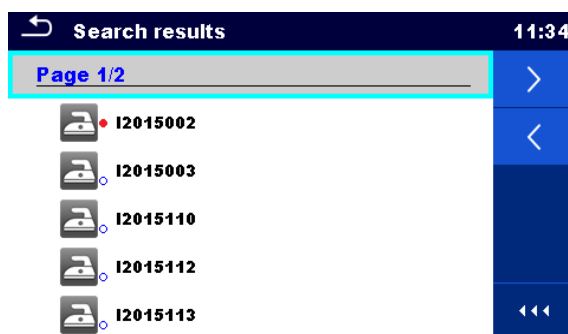
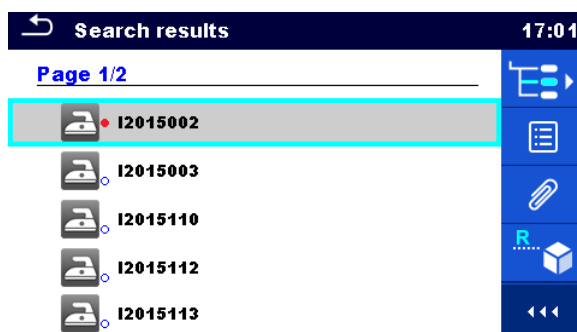

Figura 5.13: Schermata risultati di ricerca - Visualizzazione pagina
Figura 5.14: La schermata risultati di ricerca con oggetto struttura selezionato
<p>④</p>  <p>Ricerca</p>	<p>Ricerca attraverso il Memory organizer gli oggetti in base alla configurazione dei filtri. I risultati sono mostrati nella schermata Risultati ricerca alle Figura 5.13 e Figura 5.14.</p>